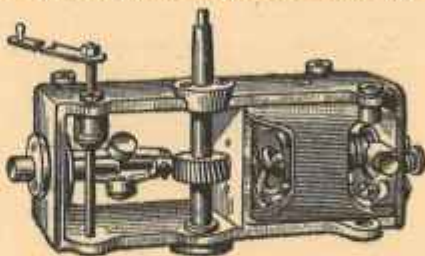

FIG. 163. — Moteur électrique pour l'entraînement des disques de phonographe.
b) Il est plus avantageux d'employer des petits moteurs (fig. 163), du genre de ceux que nous avons déjà rencontrés (§ 91, 2o) et qui ne fonctionnent que sur courant alternatif ; l'axe de ces moteurs (dont la vitesse de rotation est très réduite) coïncide avec l'axe du plateau porte-disques (la régulation s'effectue comme ci-dessus) ;